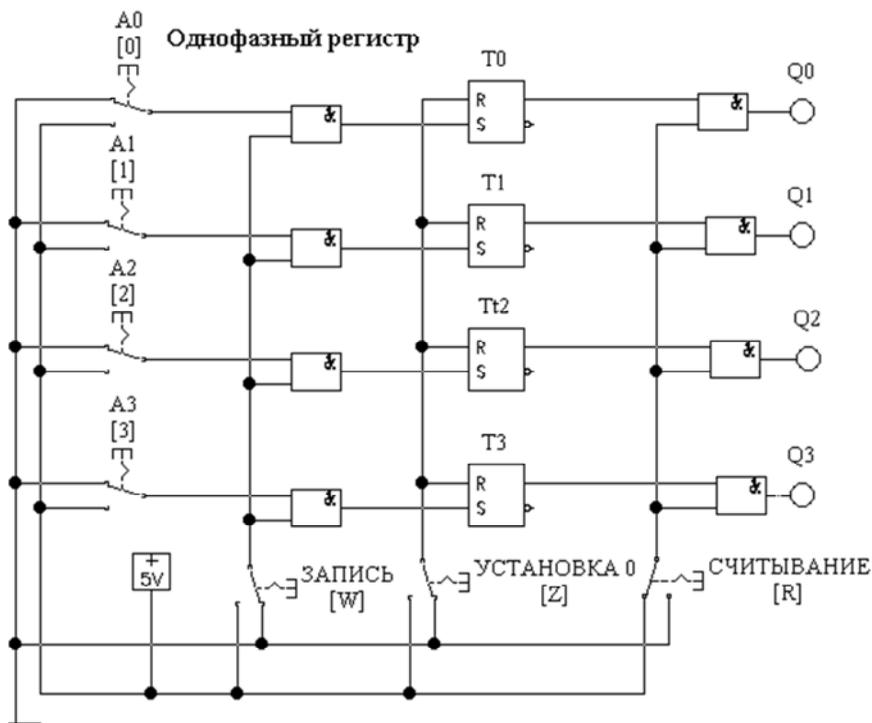
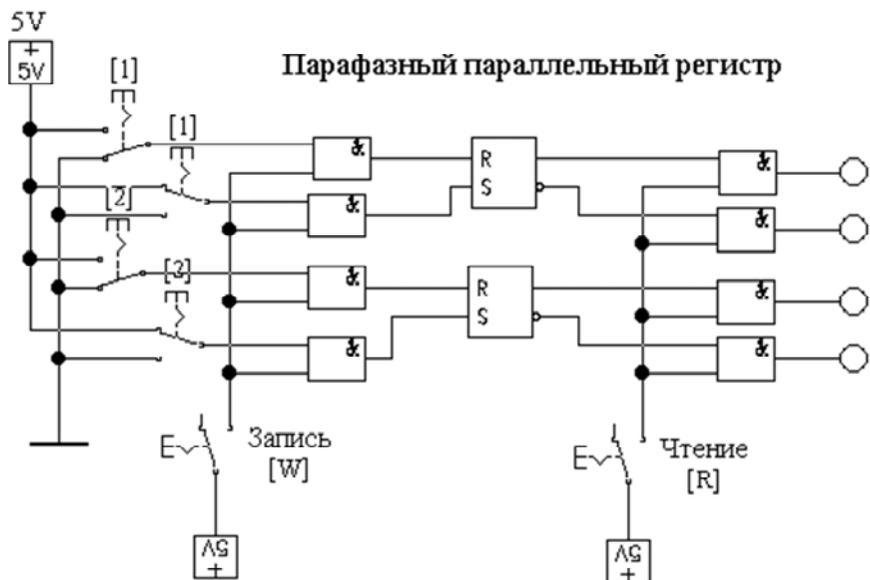

Рис. 15.1. Однофазный регистр на RS -триггерах (файл **registr1.ewb**)
Рис. 15.2. Парафазный регистр на *RS*-триггерах (файл **registr2.ewb**)
1. Исследовать параллельные регистры на RS -триггерах: однофазный (файл **registr1.ewb**, рис. 15.1) и парафазный (файл **registr2.ewb**, рис. 15.2). Записать в регистры младшие разряды двоичного числа, соответствующего порядковому номеру студента в журнале студенческой группы.